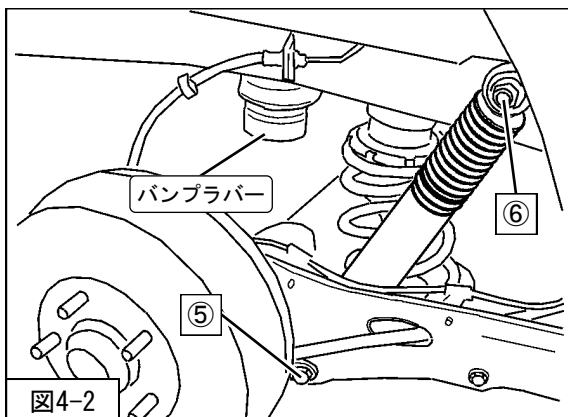

図4-2
2. 純正バンブラバーを車両に組付け、ボルトで固定してください。(締付トルク：32~46N・m) (図4-2)
3. P6「サスペンションASSY構成図」を参考に、ライドハイトアジャスターASSY (同梱品) リアスプリング (同梱品) スプリングロアシート (純正部品) を車両に取付けてください。(図4-2)
- ⑥リアショックアブソーバASSYアッパー取付ナット (締付トルク：76~102N・m)
- ⑤リアショックアブソーバASSYロア取付ボルト (締付トルク：97~127N・m)
を車両に取付けてください。(図4-2)